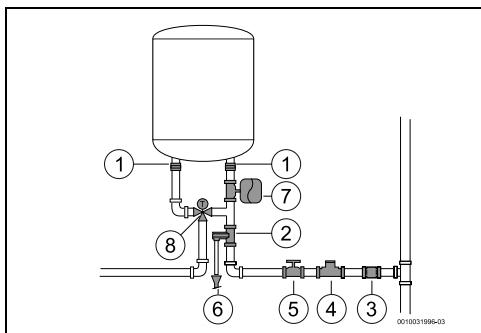

fig. 11
- Mbylli valvulën e linjës së ujit (\rightarrow Fig. 11, [5]).
- të instaloni një valvulë reduktimi presioni (Fig. 11, [4]). Valvula e çlirimit të presionit do të aktivizohet sa herë që presioni në pajisje është mbi 8 bar (± 1 bar), për të cilën arsy është e nevojshme të planifikohet një mënyrë për shkarkimin e këtij uji.
- instaloni një enë zgjerimi (Fig. 11, [7]) për të ndaluar hapjen e shpeshtë të valvulës së çlirimit të presionit. Volumi i zgjerimit të enës duhet të jetë i barasvlershëm më 5% të volumit të pajisjes.